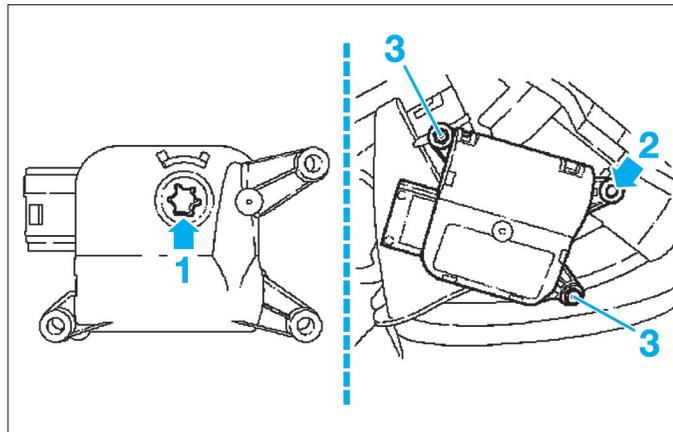

FIG. 17
- Positionner l'axe (1) du servomoteur dans la position indiquée (Fig.17).
- Centrer le moteur avec l'ergot de centrage (2).
- Serrer les vis de fixation (3).